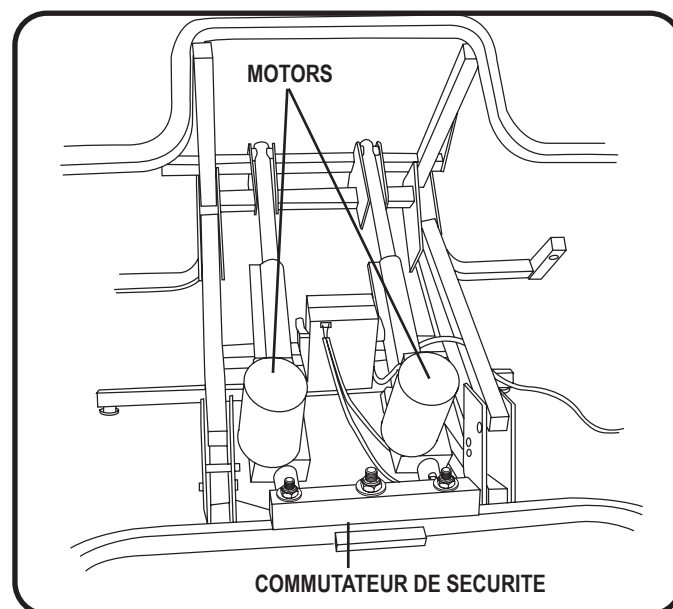

Figure 5.3 Moteurs synchronisés (synchronisation corrigée)
3. Pesez sur le bouton "UP" jusqu'à ce que le fauteuil soit élevé au maximum. Ceci rétablira le réglage du moteur (**Fig. 5.3**).